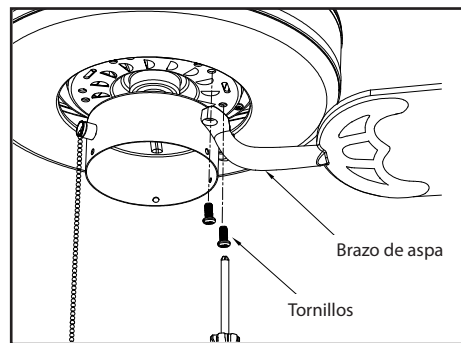

Figura 11
3. Ajusta el ensamblado del aspa al motor insertando el poste de alineación dentro de la ranura de la parte superior del motor y apretando los tornillos correspondientes. Por favor, ten en cuenta que los tornillos del motor están prefijados en los soportes de aspa. (Figura 11)